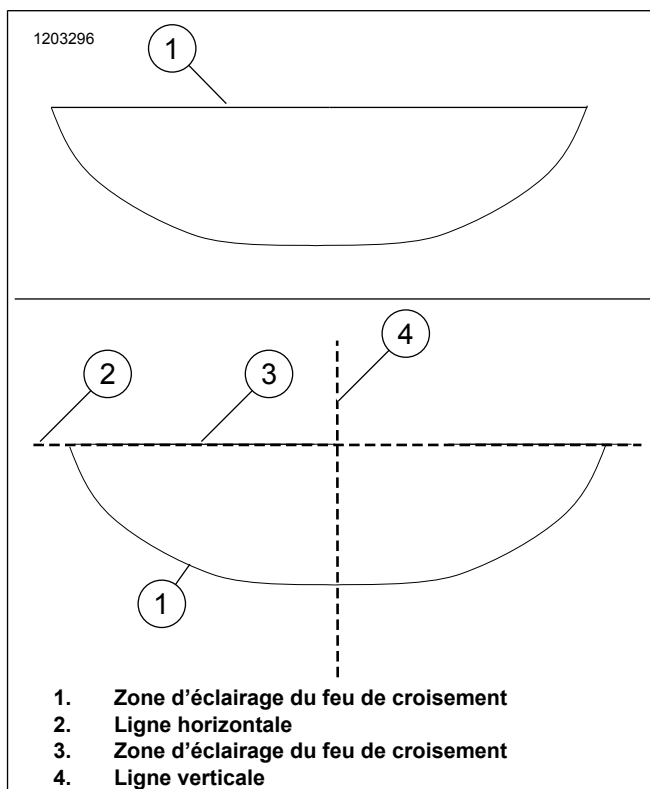

Figure 11. Alignement du feu de route de croisement
- Voir la Figure 11. Alignez la bande horizontale du **feu de croisement** (3) avec la ligne horizontale (2) tracée sur le mur.